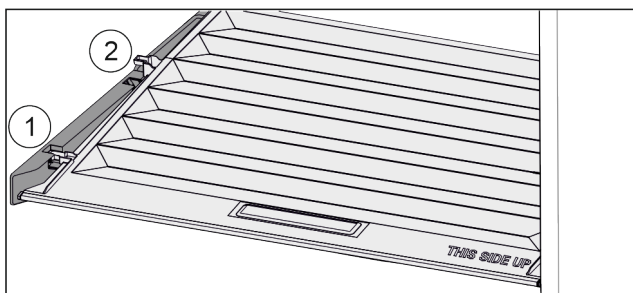

Fig. 35
- Tirer le couvercle vers l'avant jusque dans l'orifice des pièces de retenue Fig. 35 (1).
- Le soulever par le bas à l'arrière et le sortir par le haut Fig. 35 (2).